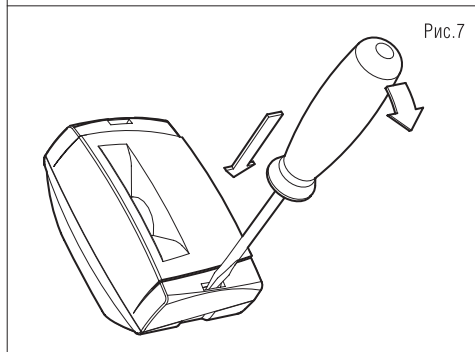

Рис.7
1. Снять крышку ИС с платой, вставив отвертку в паз основания, и надавить на зацеп (Рис.7);